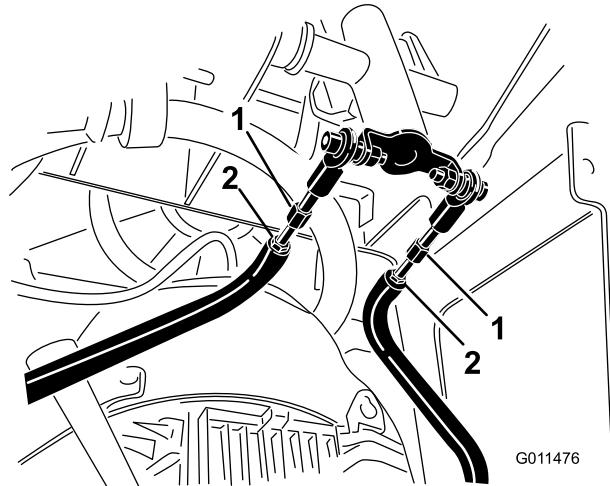

Figura 53
- Allentate i controdadi situati sulle aste di trazione, al di sotto della plancia (Figura 53).